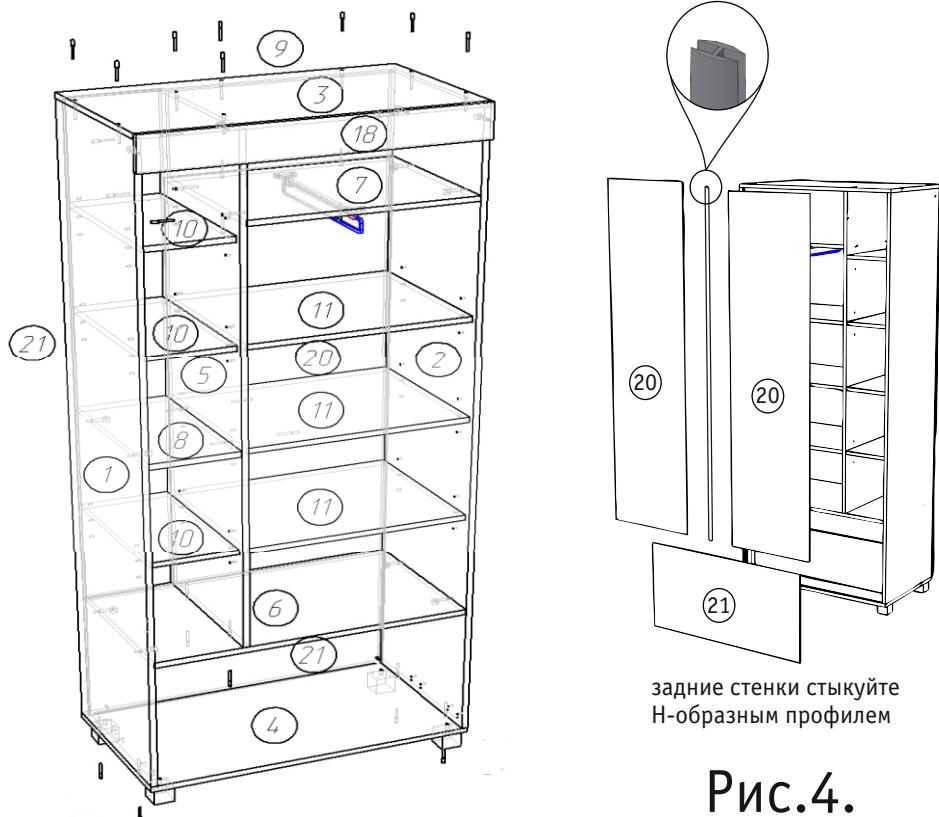

Рис.4.
2. На ровной твердой поверхности соберите каркас шкафа (расположите детали лицевыми кромками вниз) в соответствии со схемой сборки (детали 1-9, 18), вставьте заднюю стенку ДВП в пазы боковин, крышу (деталь 3) устанавливайте в последнюю очередь. Задние стенки (детали 20) стыкуйте между собой Н-образным пластиковым профилем (Т). В местах стыковки задних стенок (20 с 21) под головки саморезов подкладывайте шайбы (В, М) (Рис.4.).